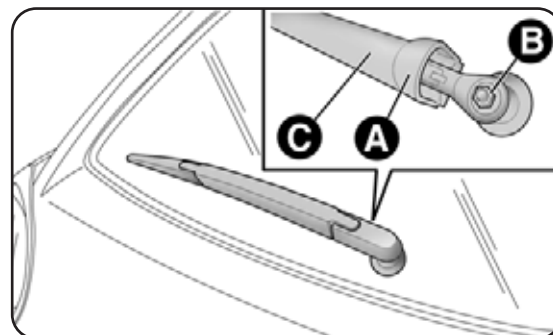

fig. 9
- levante la tapa A-fig. 9, quite la tuerca B y desmonte el brazo C;